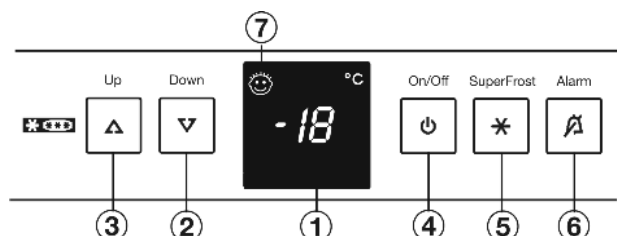

Fig. 2
- ▶ нажмите кнопку On/Off Fig. 2 (4).
- ▶ Активация режима настройки: удерживайте кнопку SuperFrost Fig. 2 (5) прилб. 5 секунд.
- ▶ Кнопкой настройки Up Fig. 2 (3) или кнопкой настройки Down Fig. 2 (2) выберите h.
- ▶ Подтвердить: Коротко нажмите кнопку SuperFrost Fig. 2 (5).